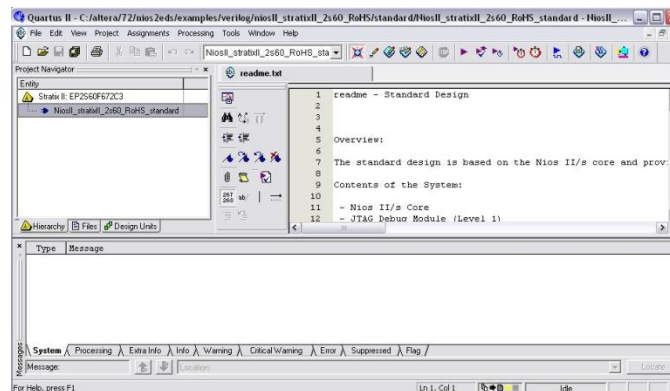

Figura D43 Entorno con archivo cargado
7. A la izquierda del entorno de Quartus II, aparece el nombre del archivo de configuración que cargamos en la sección anterior. En la parte derecha encontramos el archivo *readme.txt* Figura D43, con las características principales de la tarjeta.